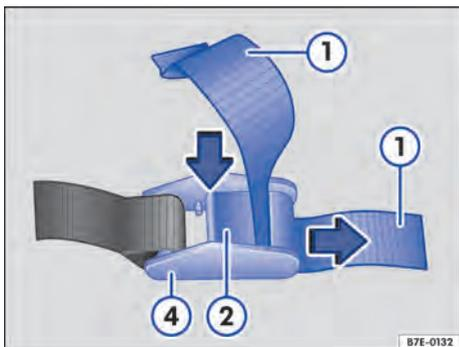

Fig. 124 Soltar o cinto de retenção.
2. Pressionar a alavanca → Fig. 124 (2) e puxar o cinto de retenção (1) para fora da peça de retenção (4).
3. Passar o cinto de retenção → Fig. 124 (1) de trás para a frente entre a alavanca (2) e a protuberância (3).
4. Apertar o cinto de retenção → Fig. 124 (1) e soltar a alavanca (2).